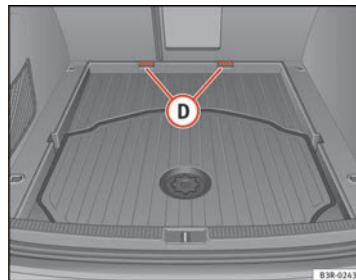

Fig. 124 Superficie de carga ampliada ►
- Extraiga la superficie de carga de los soportes **(D)** ⇒ fig. 124 y tire de ella en dirección a la parte trasera del vehículo.